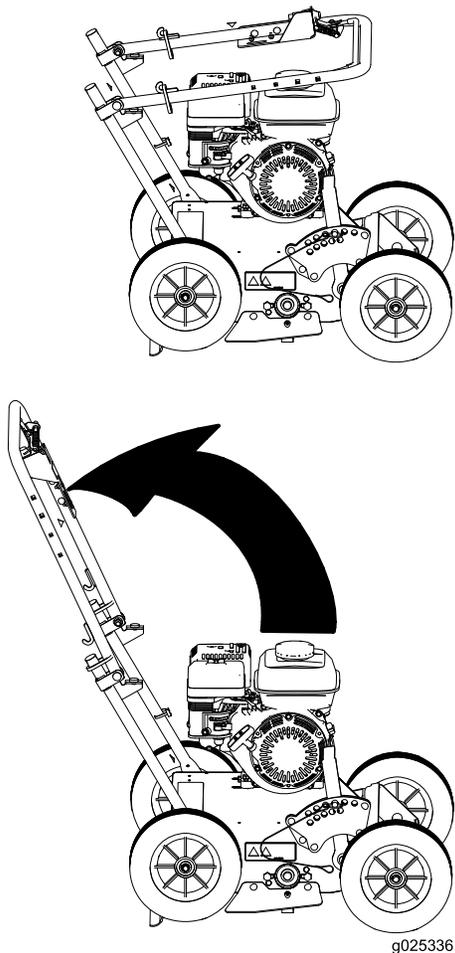

Figura 3
1. Eleve el manillar a la posición de operación (Figura 3).
2. Deslice los anillos de bloqueo ovalados por cada lado del manillar superior y sobre el manillar inferior para unir ambas secciones del manillar (Figura 3).